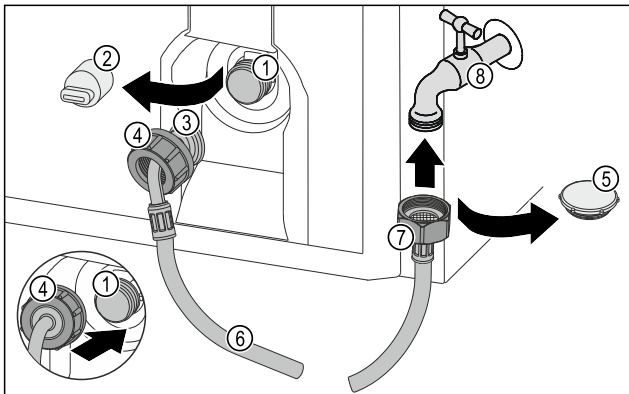

Fig. 23
- Rimuovere il coperchio di chiusura Fig. 23 (5).
- Posizionare l'estremità del flessibile diritta Fig. 23 (7) sul rubinetto dell'acqua Fig. 23 (8).
- Stringere in senso orario sull'estremità del flessibile diritta Fig. 23 (7) in senso orario.